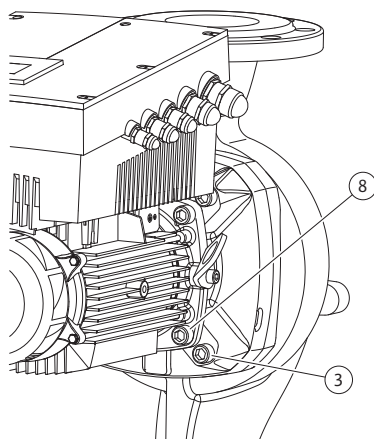

Fig. 50: Fixation en option du kit embrochable en option
11. Desserrer les vis (fig. 7, pos. 3) et les retirer. Suivant les types de pompes, retirer les vis extérieures (fig. 50, pos. 3). Le kit embrochable (voir fig. 13) reste fixé en toute sécurité dans le corps de pompe après avoir retiré les vis ; il n'existe aucun risque de basculement, même quand l'arbre moteur est en position horizontale.
16. Suivant le type de pompe, desserrer les vis (fig. 7, pos. 10) ou bien les vis (fig. 50, pos. 8).
22. Glisser précautionneusement la lanterne sur l'arbre et la positionner sur son ancien emplacement ou bien dans un autre angle par rapport à la bride de moteur. Respecter les positions de montage admissibles des composants (voir chapitre 7.1 «Positions de montage autorisées et modification de la disposition des composants avant l'installation» à la page 20). Fixer la lanterne avec les vis (fig. 7, pos. 10) **ou bien**, pour les types de pompes/lanternes selon la fig. 50, avec les vis (fig. 50, pos. 8) sur la bride de moteur.